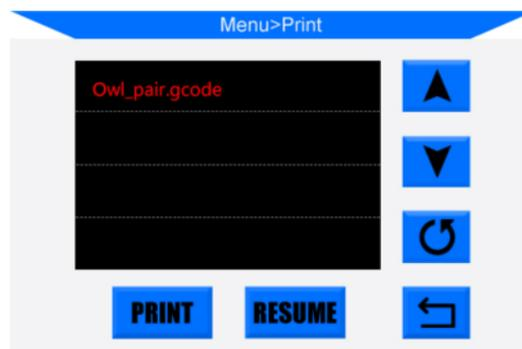

Abbildung 28
3. Stecken Sie die SD-Karte (Rückseite nach oben) in den SD-Kartensteckplatz an der Basis ein. Klicken Sie im Home-Menü auf "Print", um die Dateiliste aufzurufen. Klicken Sie auf die gewünschte Datei (z. B. "owl\_pair") und klicken Sie auf "Print" (**Abb. 28**). Das Gerät erwärmt nacheinander die beheizte Plattform und die Düse und druckt dann.